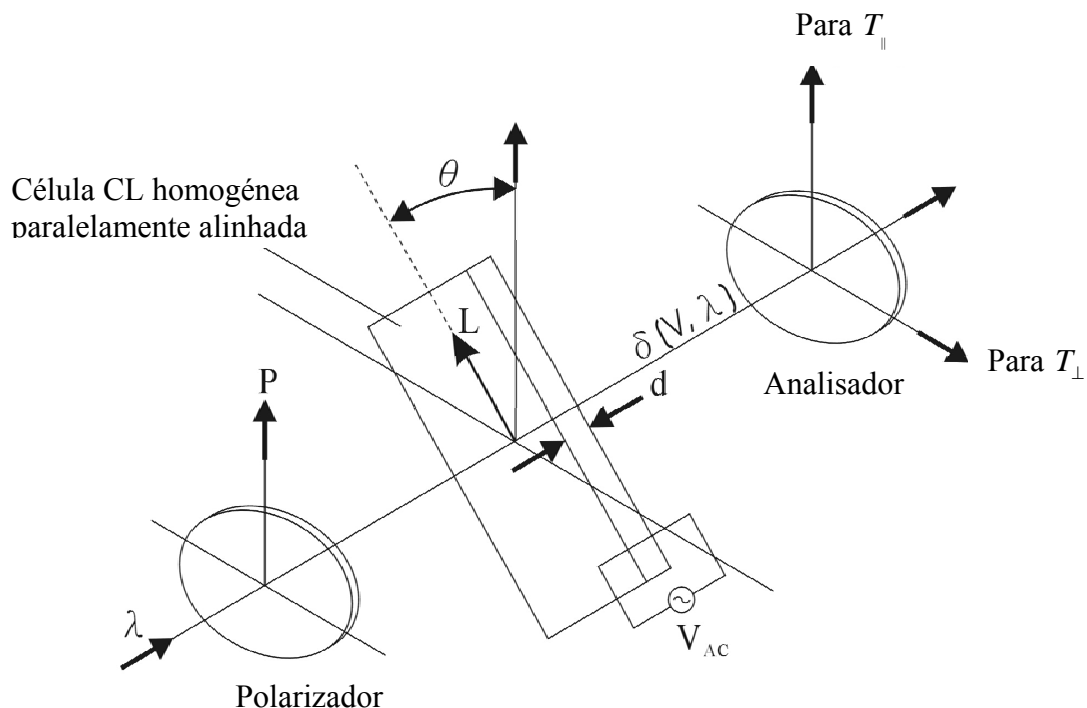

Fig. 8 – Diagrama esquemático da montagem experimental (a seta L indica a direcção do alinhamento)
Contudo, se luz linearmente polarizada incidir perpendicularmente na célula paralelamente alinhada com a sua polarização fazendo um ângulo $\theta = 45^\circ$ com a direcção dos directores do CL (ver Fig. 8), há um atraso de fase devido às diferentes velocidades de propagação dos raios ordinário e extraordinário no seio do CL. Para esta configuração em que $\theta = 45^\circ$, e quando os dois polarizadores são paralelos, a transmissão normalizada numa célula de CL paralelamente alinhada é dada por
2. Montar a configuração $\theta = 45^\circ$ para $V=0$ tal como se indica na Fig. 8. Colocar o eixo de transmissão do analisador perpendicularmente ao eixo de transmissão do polarizador. De seguida, rodar a célula CL paralelamente alinhada até a intensidade da luz transmitida atingir o seu valor máximo (T_{\perp}). Este procedimento permite determinar a configuração $\theta = 45^\circ$. Anotar o valor de T_{\perp} . De seguida medir a intensidade da luz transmitida (T_{\parallel}) da mesma célula CL quando o eixo de transmissão do analisador está paralelo ao do polarizador (também para $V=0$).